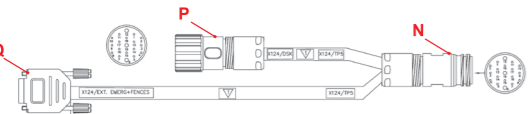

图2:
- 将示教器（TP）的连接器连接到（图2）分叉电缆的连接器X124/TP5（N）上。TP的连接器必须遵照接口方向接入。TP是必须部分，且不能断开连接。
信息 分叉电缆（图2）也用来连接实际机器人。在安装的这一步骤中，不必要对连接器X124/EXT（Q）进行任何连接。
X3接口可以用来连接数字I/O的可控制设备。参见图2来找到接口的位置。